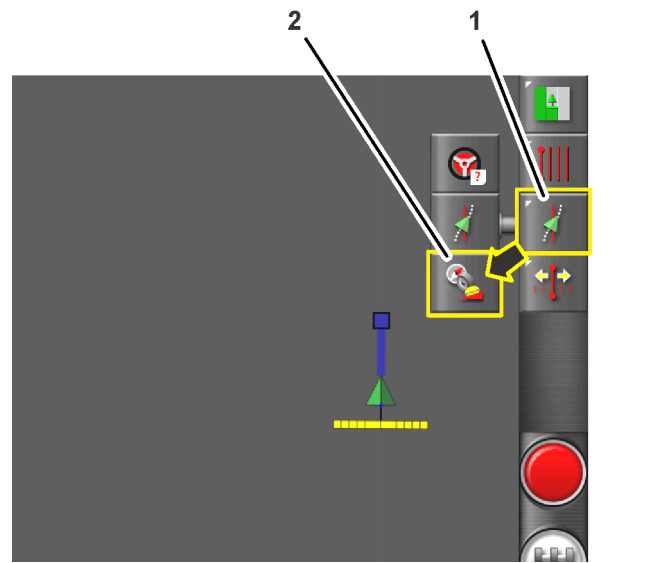

Bild 166
1. Tippen Sie auf das Symbol LENKOPTIONEN (Bild 166).
2. Tippen Sie auf das Symbol KALIBRIERUNG DER LENKUNG (Bild 166).